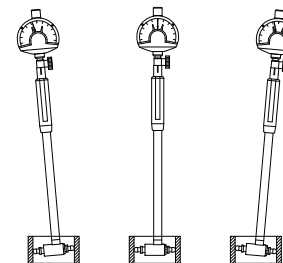

fig.1
4. Utilice el anillo de ajuste estándar para poner a cero (fig. 1). Esto debe hacerse con la placa de centrado ligeramente inclinada. El medidor debe colocarse en la misma posición en la que se utilizará posteriormente. Cuando se balancea lentamente el medidor alrededor del inserto de bola fijo, aparecerá un punto de inversión en la pantalla del comparador. El punto de inversión se identifica por un cambio de dirección de la aguja indicadora.